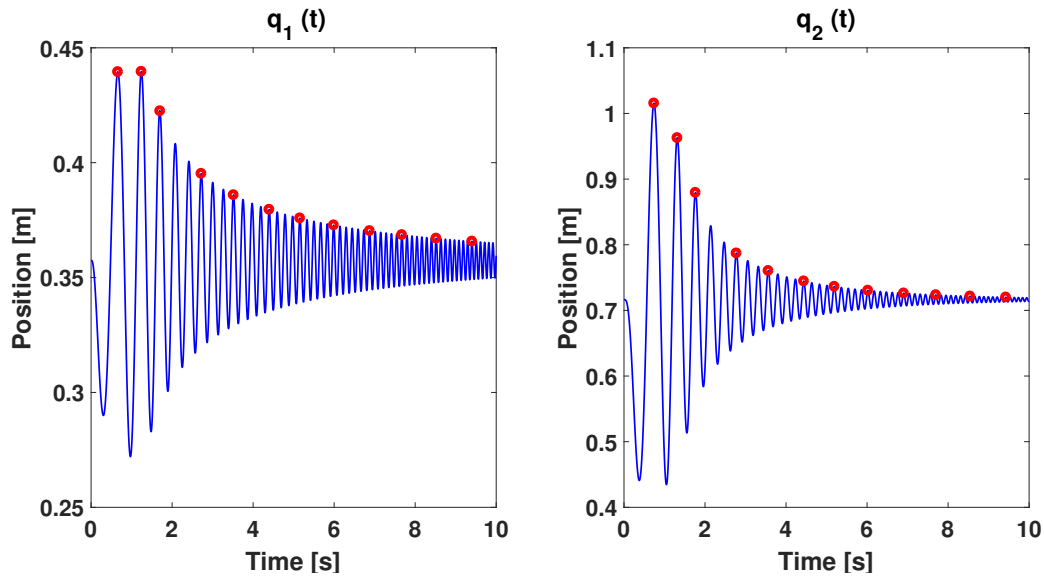

FIGURE 4 – Evolution temporelle du mouvement des corps pour une excitation  $F_{ext}$  dont la fréquence augmente avec le temps.
Sur la figure 4, les points rouges illustrent les points de passage présents dans le fichier de résultats partiels fourni : `dirdyn_positions_ref.res`. Le fichier contient les valeurs pour les deux corps selon le schéma suivant (en [m]) :
- points rouges tracés sur la figure 4.